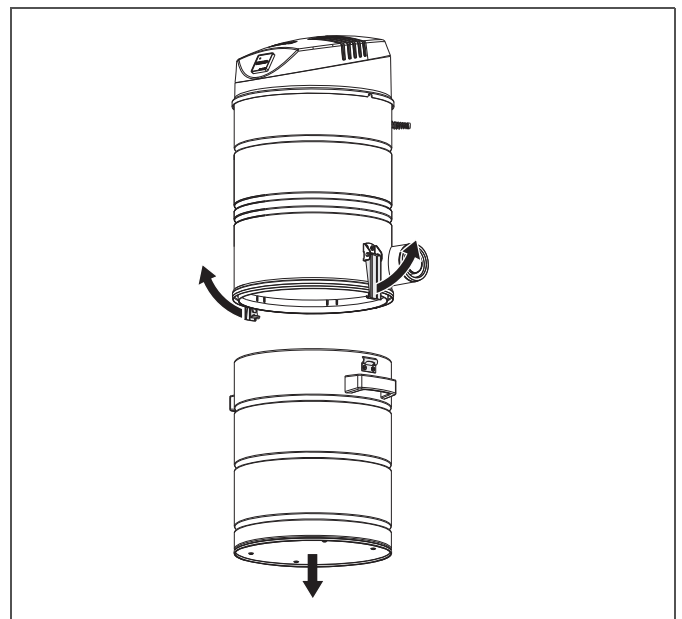

Fig. 8-1 Scoaterea recipientului pentru deșeuri
3. Deschideți ambele închizătoare cu arc (vezi fig. 8-1).
2. Deschideți închizătoarele cu arc de la unitatea de aspirare centrală, scoateți recipientul pentru deșeuri și așezați-l sub unitatea de aspirare centrală (vezi fig. 8-1, pag. 40).